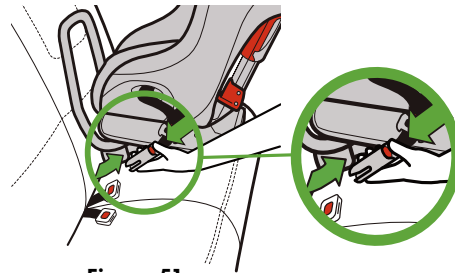

Figure 51
- Appuyez sur le bouton de déverrouillage rouge et maintenez-le enfoncé tout en tirant sur les connecteurs DUA, tel qu'illustré dans la **Figure 51**.